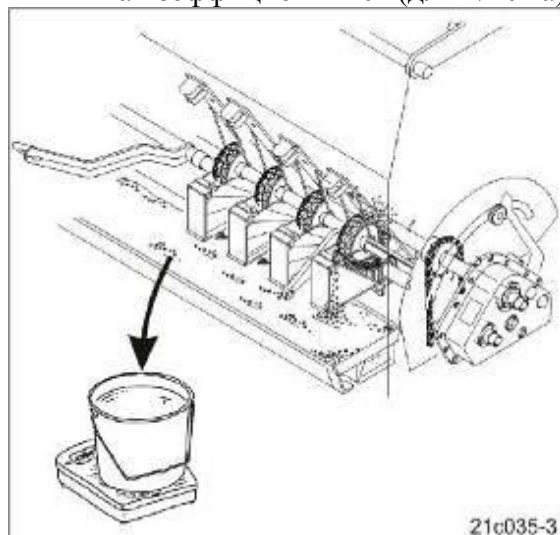

Рис.66
6.7.15. Взвесьте (см. Рис. 66) собранное в высежном лотке количество семян (с учётом веса тары) и умножьте